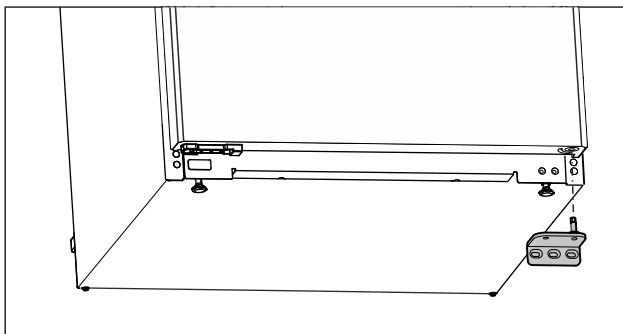

Fig. 11
- ▶ Odoberte ložiskovú konzolu smerom nadol. (pozri Fig. 11)